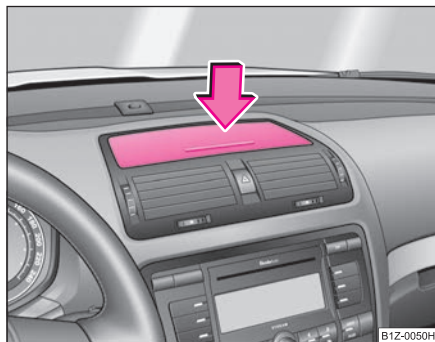

Fig. 101 Tabloul de bord: Compartiment de depozitare
- Apăsați pe centrul compartimentului ⇒ fig. 101 - capacul se deschide.